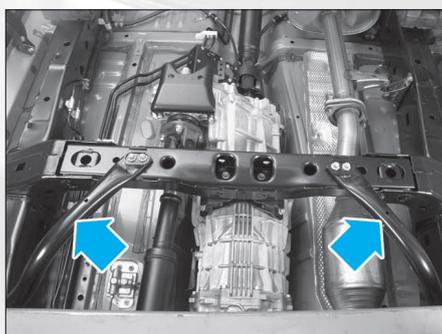

FIG. 5
- Déposer les supports gauche et droit de traverse de suspension avant (fig. 5).